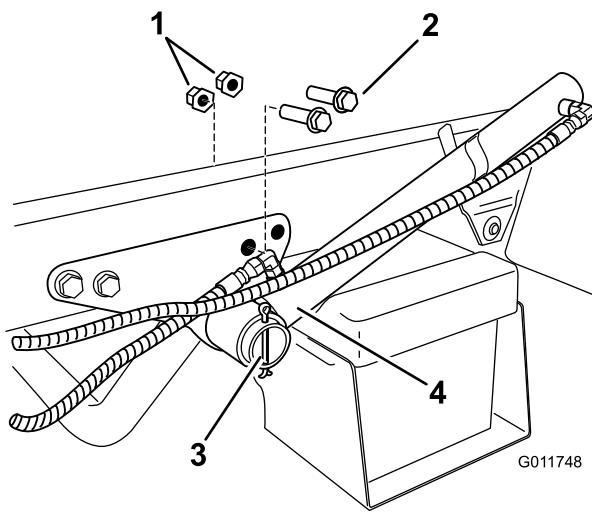

図 17
- 昇降シリンダ・ブラケットについている後ボルトとフランジナット (各2) を取り外す (図 17) 。ボルト・ナットは後で使用する。